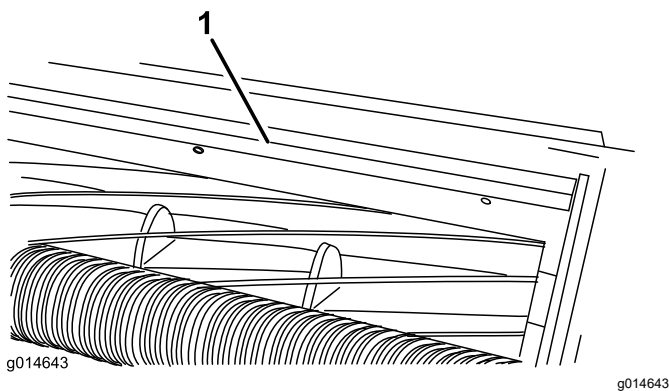

Рисунок 4
1. Послабте гвинти, що кріплять верхню планку (Рисунок 4) до косильного блока.